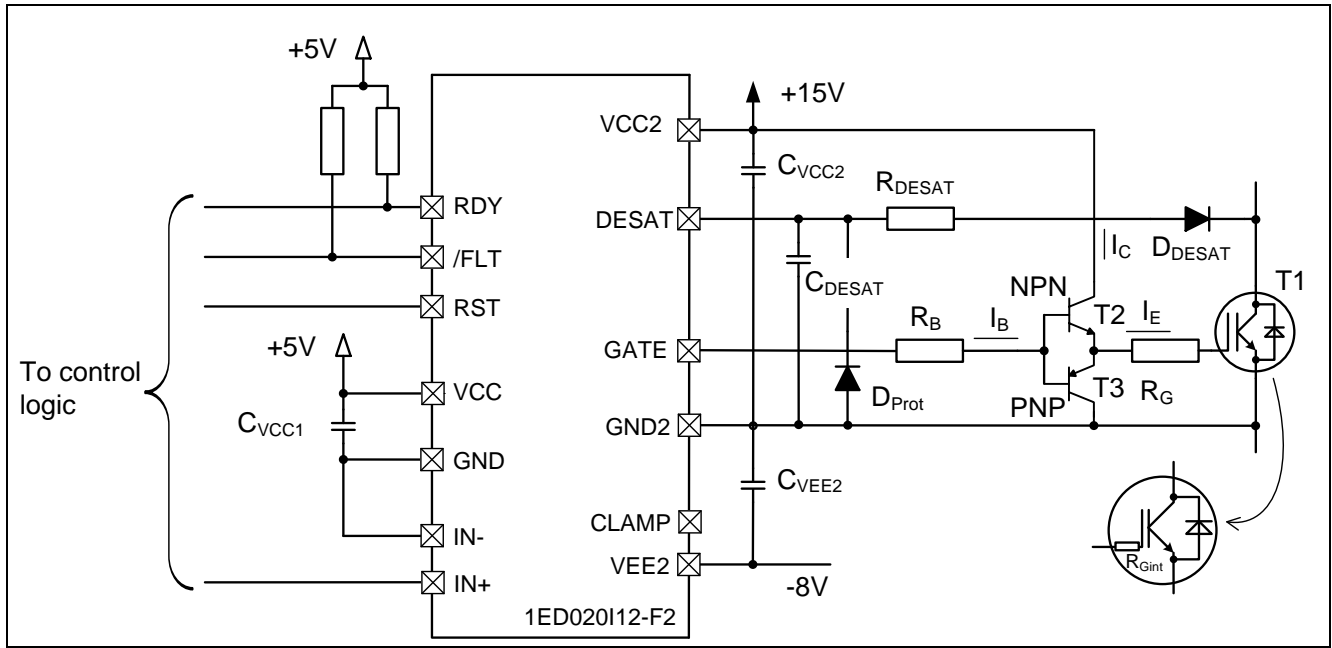
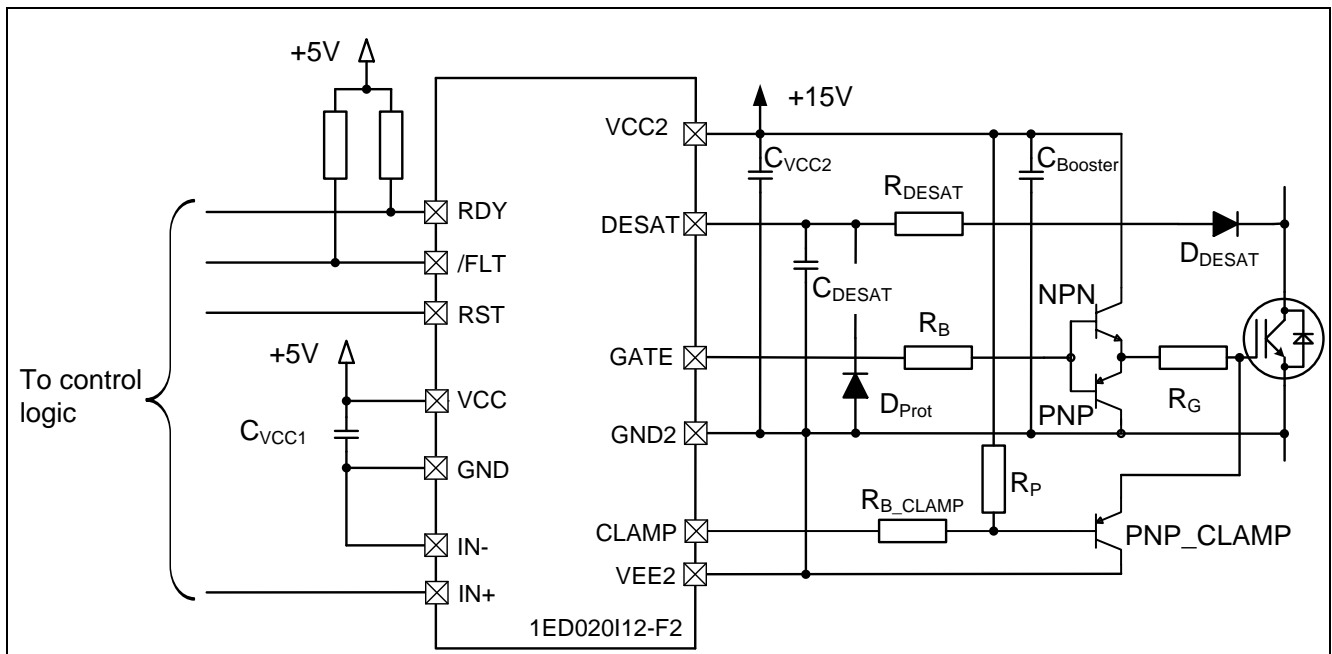

图1 用于驱动大型 IGBT 模块的示例电路（驱动 IC 双极电源）
图4 外部放大器与有源米勒箝位功能示例电路（驱动 IC 单极电源）
典型的外部放大器电路通常由添加到驱动 IC 输出的分立 NPN/PNP 互补输出级构成。图1显示了一种可能的实施方案。其中，NPN 和 PNP 放大晶体管应具有较快的开关速度，以及足够大的电流增益，从而提供所需的峰值输出电流。图1所示的电路描述了与英飞凌1ED020I12-F2驱动 IC 配合使用的外部输出放大器。
- 1) 可以将1ED020I12-F2系列的有源米勒箝位功能与外部放大器配合使用（主要用于单极电源的情形）。当米勒电流大于驱动 IC 的最大箝位能力（对1ED020I12-F2而言为2A）时，需要在箝位路径（IGBT 栅极与 CLAMP 管脚之间）上增加吸收路径。放大晶体管自身也具备吸收能力，但由于栅极电阻器(R_G)的存在，此吸收能力可能不够用。图4提供关于如何实施此额外吸收路径的示例。其中，晶体管 PNP_CLAMP 应具备与外部放大器的 PNP 晶体管相同的电流能力。 R_{B_CLAMP} 是晶体管 PNP_CLAMP 的基极电阻器，其大小可根据晶体管 PNP_CLAMP 进行调整。 R_P 用作起安全作用的上拉电阻器，建议的电阻值为10k Ω 级别（以便将流经 R_P 的电流限制到 mA 级别，达到节能的目的）。
- 2) 在使用双极电源时，VEE2的电势可能与 GND2不同，而是为负值。这种情形下，一般不需要使用有源米勒箝位功能。直接将 CLAMP 管脚保持开路状态即可（如图1所示）。由于电压阶跃($\Delta V_{out} = VCC2 - VEE2$)发生了变化，因此需要相应地调整 R_G 和 R_B 的电阻值。
- 3) 如果需要将双极电源与有源米勒箝位功能配合使用，则需要根据不同的 VEE2值对额外的吸收路径（如图4中所示的 PNP_CLAMP 和 R_{B_CLAMP} ）进行相应的调整。请注意，对于英飞凌1ED 驱动 IC 系列而言，由于 CLAMP 管脚是参考于 VEE2的，因此可以实现这一配置。
- 6) 电源和去耦电容器 C_{VCC2} （如图1所示）需要根据外部放大器进行调整，以确保电源电压的质量，使其足以支持三个主要功耗部分：驱动 IC、负载(IGBT)和外部放大器。也可以使用单独的去耦电容器解决方案来优化该设计： C_{VCC2} 需靠近驱动 IC， $C_{BOOSTER}$ 需靠近外部放大器晶体管（如图4所示）。
为了更全面地理解该示例，可以考虑在下面的示例中使用真实数据进行计算。使用图1作为参考设计，1ED020I12-F2为驱动 IC。使用英飞凌600A IGBT 模块 FZ600R12KP4作为负载，该负载可使用10A 峰值电流正常驱动。对于外部放大器，使用 ZXTN2031F [3]作为 NPN 晶体管，ZXTP2025F [4]作为 PNP 晶体管，二者为配对晶体管，并具有相似的参数。
在使用单极电源和有源米勒箝位功能的情形下（如图4所示），需要根据新的电压阶跃 ($\Delta V = V_{CC2}$) 来调整计算过程。箝位晶体管 PNP_CLAMP 的调整过程和计算方式与外部放大器的 PNP 晶体管类似。